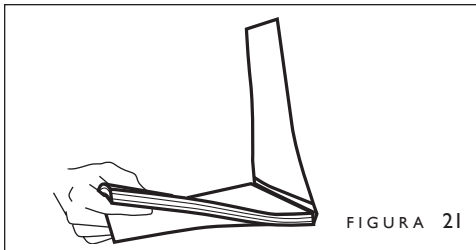

FIGURA 21
6. Coloque la cubierta plegada en una superficie plana, de modo que el frente de la cubierta quede doblado hacia arriba desde el canto del lomo. Inserte el bloque de páginas en el frente de la cubierta. Colóquelo para que se apoye de manera completa y uniforme en la superficie del lomo (figura 21).